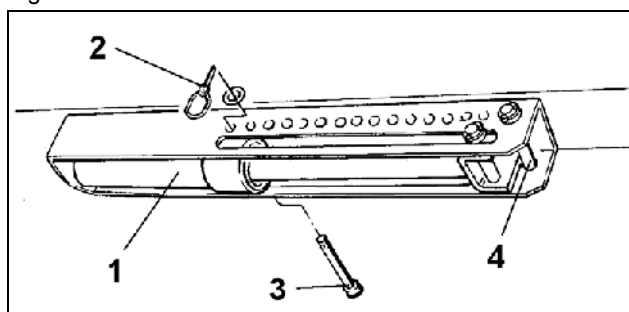

Fig. 87
Atașați cilindrul hidraulic (Fig. 87/1) la o unitate de comandă cu acțiune simplă a tractorului (vezi cap. 8.2) și acționați unitatea de comandă doar din cabina tractorului.
Două bolțuri (Fig. 87/3 și Fig. 87/4) sunt fixate pe post de opritoare pentru cilindrul hidraulic (Fig. 87/1) în segmentul de ajustare. Limita de oprire pentru cilindrul hidraulic este la bolțul (Fig. 87/3), când cilindrul este depresurizat, și la bolțul (Fig. 87/4), când cilindrul este alimentat cu presiune.
- Alimentarea cilindrului hidraulic (Fig. 87/1) cu presiune.
- Introduceți bolțul (Fig. 87/3) într-un orificiu al grupului de orificii și asigurați-l cu un șplint (Fig. 87/2).